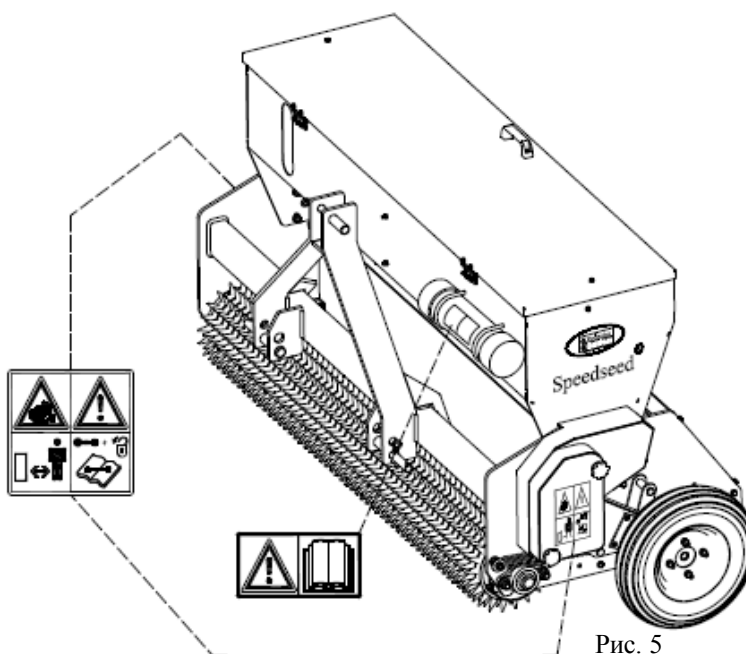

Рис. 5
(7) Предупреждающие наклейки (рис. 5).